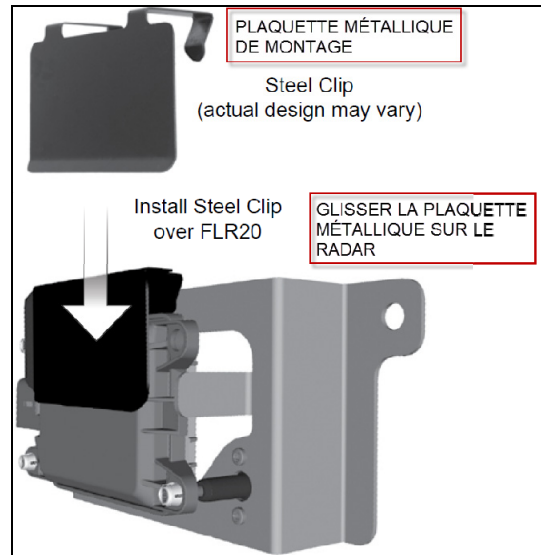

FIG.7
11. **Série X3** : Glisser la plaquette métallique de montage (steel clip) sur le capteur radar (fig.7). La plaquette doit être bien en aplat sur le capteur radar.